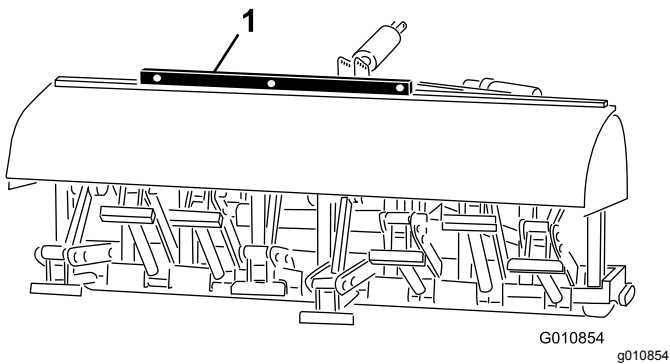

图29
2. 在打孔机机架上放置一个水平仪检查其横向水平状况图29。